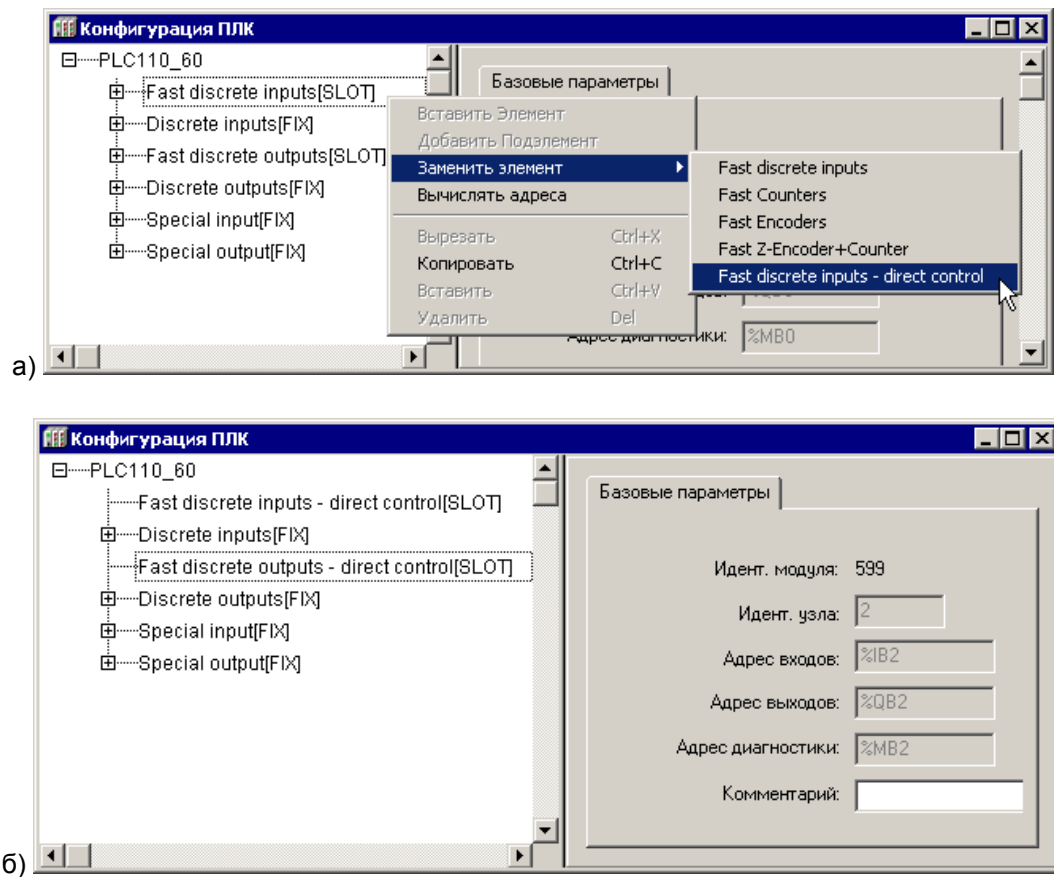

Рисунок 9.3 – Окно режима «Конфигурация ПЛК (PLC Configuration)».
- 6) Перевести «быстрых» дискретные входы и выходы в режим прямого управления (управления из POU). Это следует сделать в связи с тем, что т.к. прерывание таймера вызывается в несколько десятков раз чаще, чем происходит цикл ПЛК, то использовать в POU обработки прерываний таймера значения из области памяти ввода/вывода не имеет смысла. Для исключения ситуации, когда одним и тем же входом или выходом управляет POU обработки прерывания таймера и основная программа ПЛК, следует перевести «быстрые» входы и выходы в специальный режим: режим прямого управления (Direct Control mode). В этом режиме для «быстрых» входов и выходов не выделяется каналов в памяти ввода/вывода. Для перевода выходов в режим прямого управления необходимо перейти в режим «Конфигурация ПЛК (PLC Configuration)» и заменить модуль «Fast Discrete Outputs» на модуль «Fast Discrete Outputs – Direct Control» и модуль «Fast Discrete Inputs» – на модуль «Fast Discrete Inputs – Direct Control» (см. рисунок 9.3).